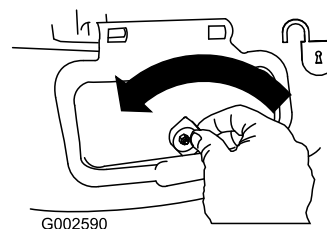

Figure 29
1. Déverrouillez le volet d'éjection latérale (Figure 29).